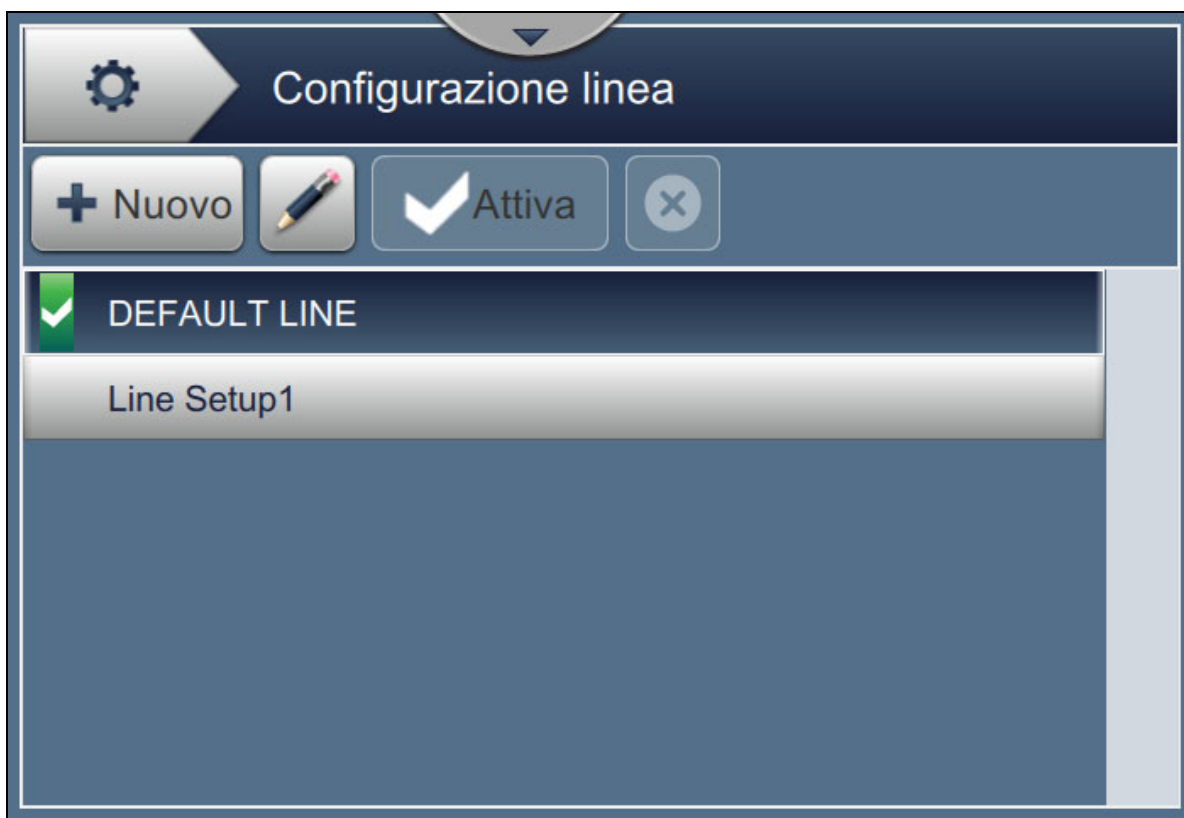

Figura 6-26: Schermata Configurazione linea
2. Toccare il pulsante  **+ Nuovo** sulla schermata Configurazione linea per creare l'impostazione di una nuova linea, come da Figura 6-26. Viene visualizzata la schermata Nome configurazione linea con un tastierino.